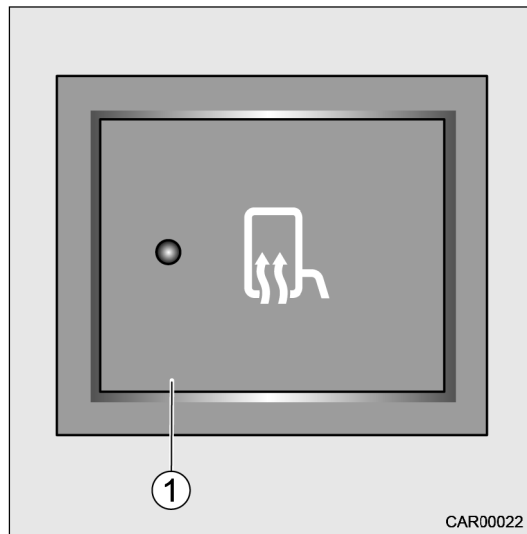

Fig. 54 Chauffage de rétroviseur s-plus
1. Actionner le commutateur (Fig. 54/1).